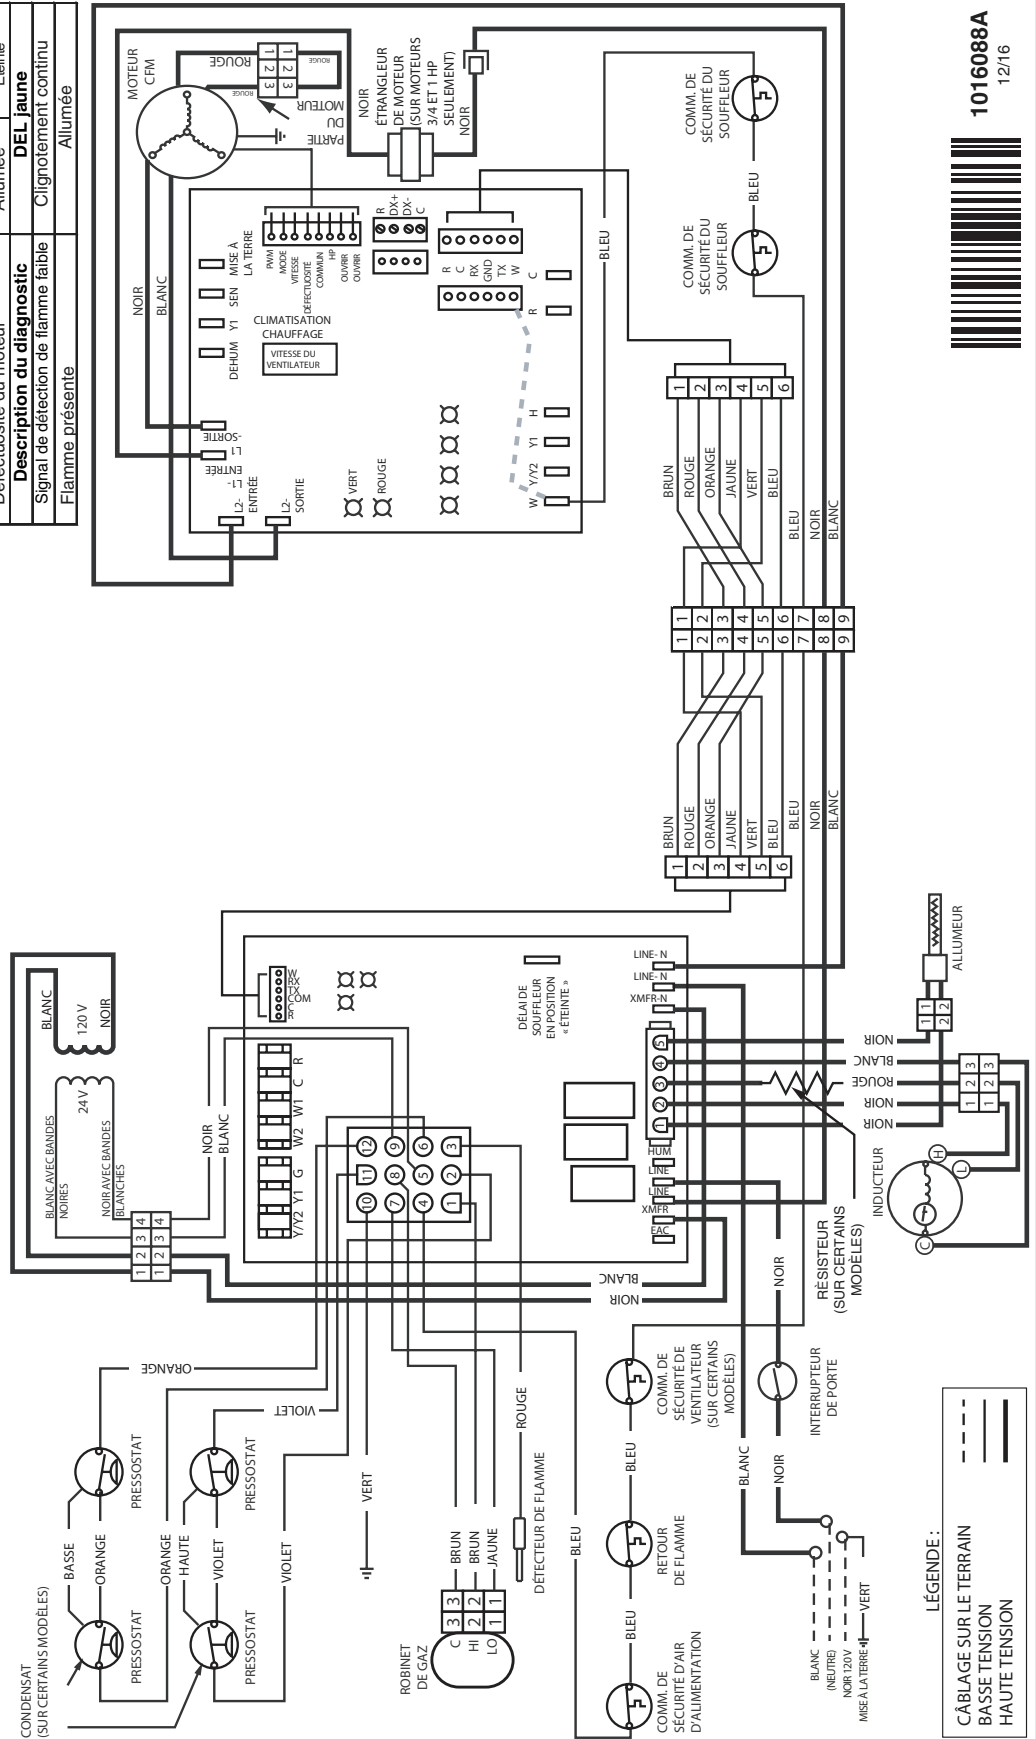

Figure 32. Schéma de câblage pour générateur d'air chaud à flux ascendant, vitesse variable et deux étages
- Est-ce que toutes les DEL sur les tableaux de commande du générateur d'air chaud et du moteur sont constamment ALLUMÉES? Si non, consulter les Tableau 16 et Tableau 17 ou les schémas de câblage (Figure 30 (page 39), Figure 31 (page 40), Figure 32 (page 41) et Figure 33 (page 42) pour déterminer la défectuosité.